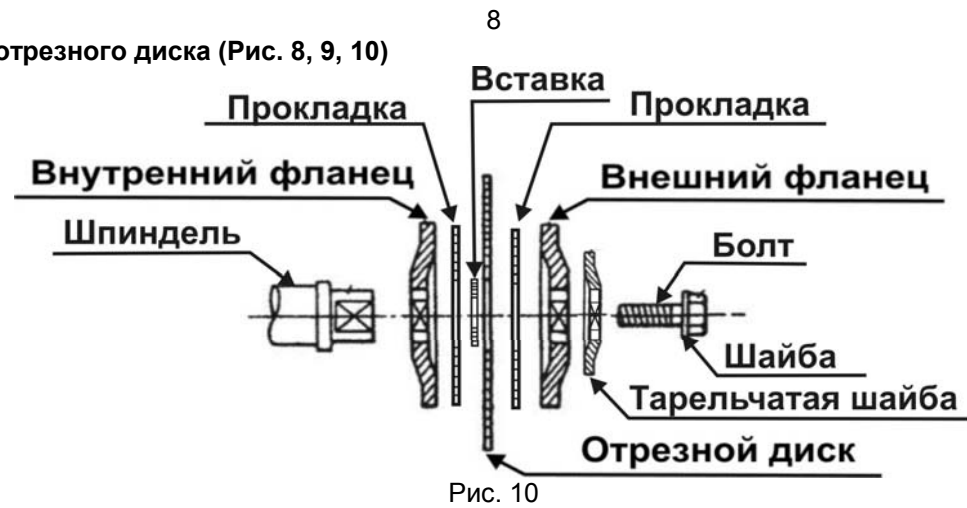

Рис. 10
12.2.1. Обеспечьте доступ к установке отрезного диска (14) (см. п. 12.1.1.). Установите отрезной диск (14) в последовательности, обратной последовательности разборки (см. п. 12.1.2. и Рис. 10) так, чтобы ответная часть внешнего фланца совместилась с посадочной частью шпинделя.
12.1.2. Гаечным ключом (см. комплект поставки) против часовой стрелки открутите болт (28). Снимите тарельчатую шайбу, внешний фланец, прокладку и отрезной диск, Рис. 10.